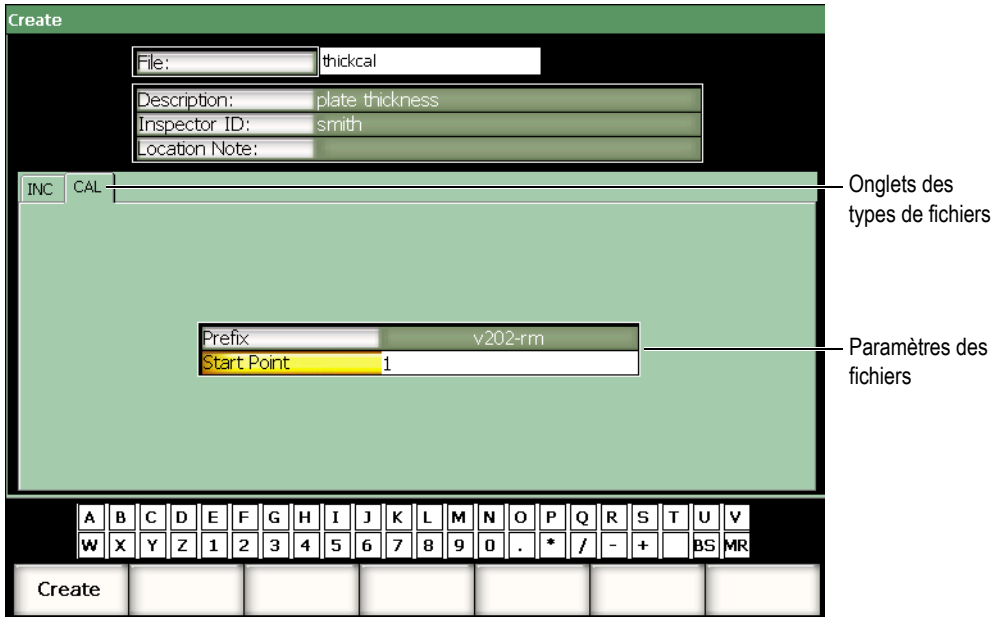

Figure 10-1 Page de configuration Création
1. Sélectionnez **5/5 > Fichiers > Création** pour ouvrir la page de configuration **Création** montrée dans la Figure 10-1 à la page 180.
4. Choisissez l'onglet du type de fichier désiré (l'exemple de l'onglet **CAL** est montré dans la Figure 10-1 à la page 180). Pour plus de détails sur les types de fichiers disponibles, voir la section 10.3.6 à la page 187).